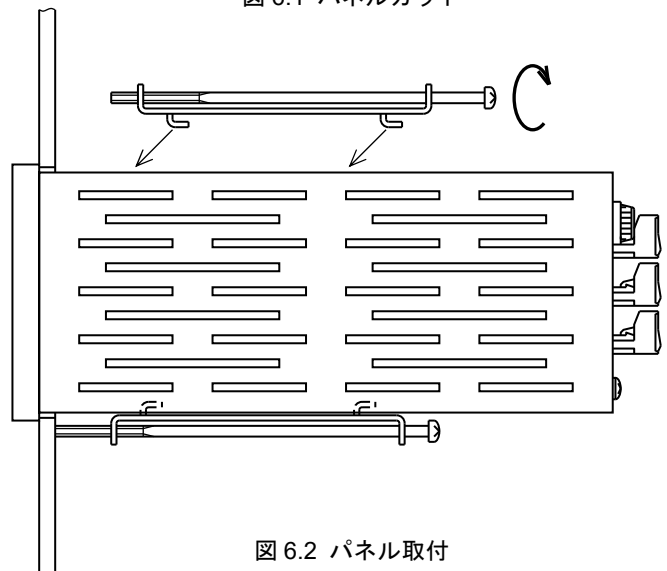

図 6.2 パネル取付
- 3) 変換器上面および下面にある取付金具取付穴に取付金具を差し込みます。(図 6.2 参照)